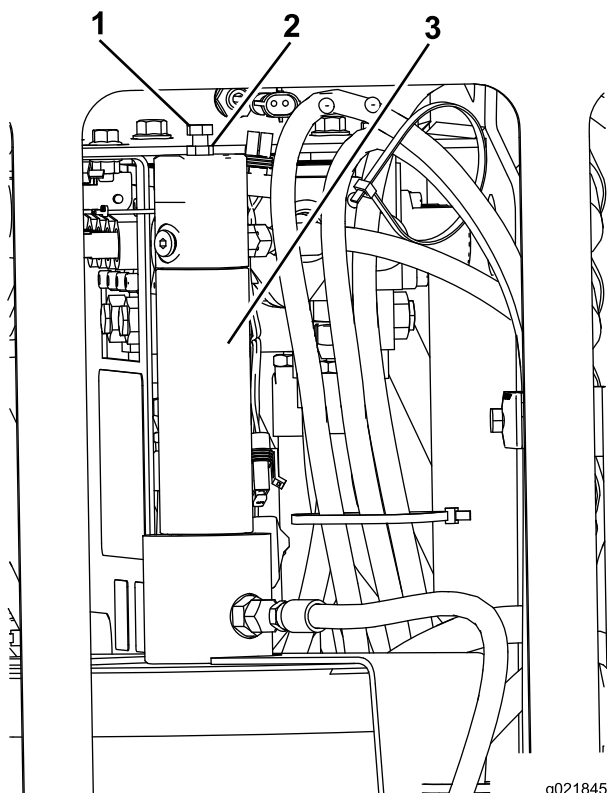

Figure 55
1. Desserrez l'écrou de blocage sur le boulon de réglage situé au sommet du piston de l'applicateur (Figure 55).